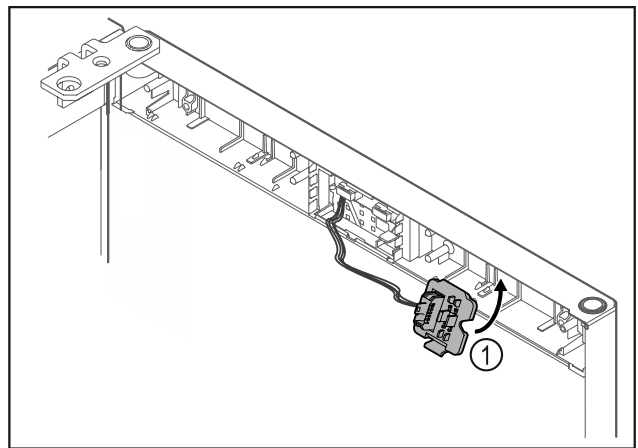

Fig. 25
- ▶ Зафіксувати кріплення штекера Fig. 25 (1) на протилежній стороні.